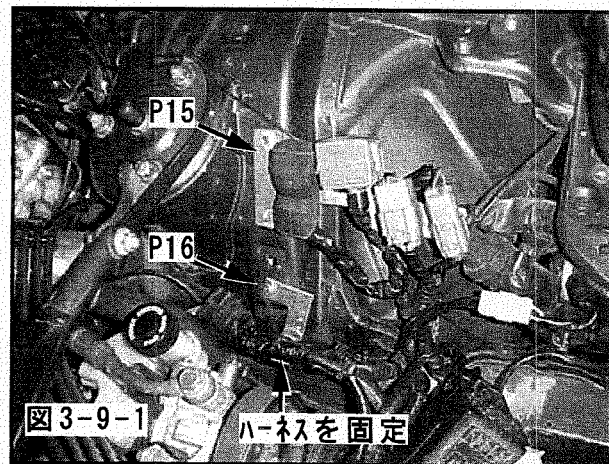

図 3-9-1
(図3-9-1)
(2) ハーネスステー No.1 にリレー, ダイアグノシスコネクタ, カブラを固定してください。(図3-9-1)
(3) ハーネスをハーネスステー No.2 に固定してください。